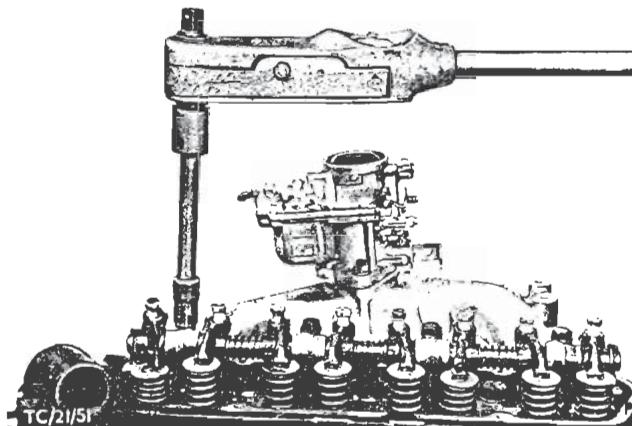

Fig. 92 - Spænd vippearmsaksens bolte med det specificerede moment. (Se Tekniske Data).
7. Stik stødstængerne ind i ventilløfterne. Monter vippearmsakslen, idet vippearmenes justerskruer styres ind i stødstængerne. Monter vippearmsaksens bolte og spænd dem som specificeret, Fig. 92. (Se Tekniske Data).